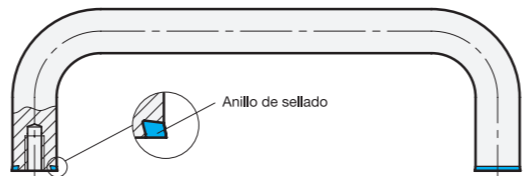

imagen 1
- El tirador en U solo puede utilizarse junto con la junta de sellado facilitada. La junta tiene forma cónica, y por lo tanto debe comprobarse que se coloca en la posición correcta (imagen 1).